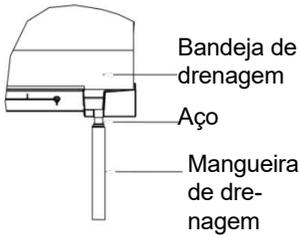

Fig 21
- (1). Para determinar a posição da mangueira de condensados, execute os seguintes procedimentos.
- (2). Insira o tubo de condensados na saída de condensados da unidade e, em seguida, aperte a braçadeira firmemente com fita adesiva. (Fig. 21)
- (3). Ligue o tubo de drenagem de extensão ao tubo de drenagem e, em seguida, aperte o